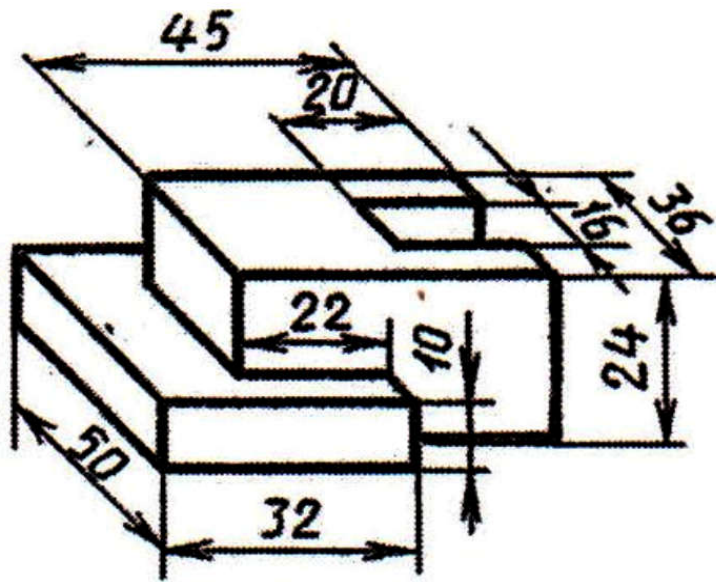

Рис.14
10. Выполнить построение 3D модели (рис.14)